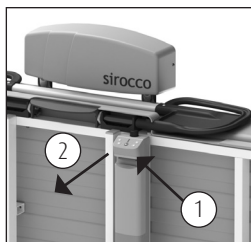

Figura 9 Batería.
- La batería se encuentra en el extremo superior del camilla (Ver la figura 9).
- Para extraer la batería, utilice una mano para desbloquear el cierre (1) de la batería y, a continuación, deslice la batería hacia la derecha (2) (Ver la figura 9).